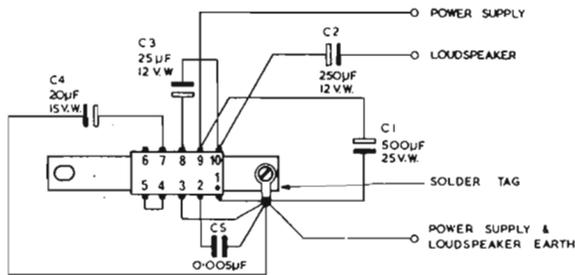

FIG. 3. — Power supply : alimentation ; loudspeaker : haut-parleur ; earth : masse ; solder tag : cosse à souder.
La figure 3 représente le câblage à effectuer lorsqu'on utilise le
Celle-ci peut être prise, comme sur le schéma, sur une cosse serrée par la vis qui fixe le IC10 au refroidisseur. Toutefois, toute partie du câblage de masse située près de l'étage de sortie peut être utilisée. Une mauvaise masse peut être la cause de ronflements, d'instabilité à basse fréquence, d'oscillations à haute fréquence et de distorsion ; par conséquent, il est essentiel de suivre le câblage de masse représenté sur la figure 3. Les composants ajoutés ont les fonctions suivantes :
Afin de maintenir une faible distorsion aux fréquences BF élevées, il est conseillé de monter un réseau de compensation HF alternatif qui remplace le condensateur C_5 de la figure 3.
1) Brancher en série une résistance de 10 ohms et un condensateur de 0,05 μ F entre la borne négative de C_2 (Fig. 3) et la masse commune, c'est-à-dire entre les bornes du haut-parleur.
Le schéma de la figure 3 peut être utilisé lorsqu'on désire monter un interphone avec haut-parleur servant également de microphone. L'impédance de la bobine mobile